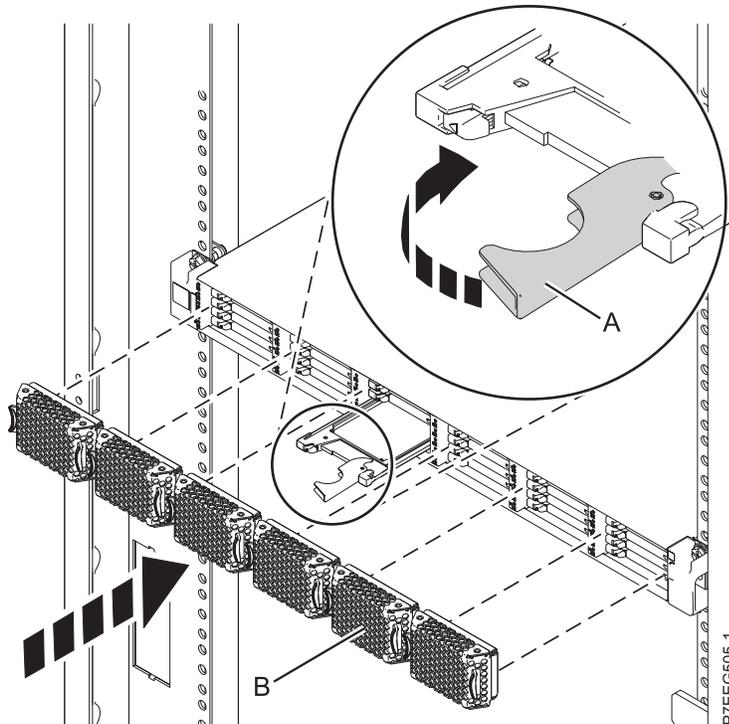

Figure 36. Remplacement d'une unité SSD dans l'armoire de stockage PCIe ED/R1.
3. Tournez la poignée de verrouillage (A) pour la mettre en position verrouillée, comme indiqué à la figure 36, à la page 59.
4. Installez le panneau (B).